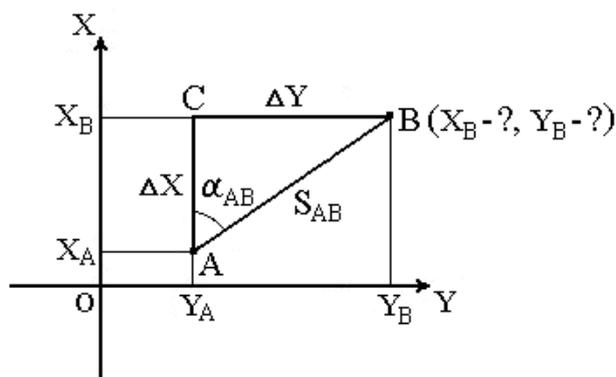

Рис.1.
1. По известным координатам точки А (X, Y) линии А-В, дирекционному углу этой линии α_{AB} -ви ее горизонтальному проложению S_{AB} определить координаты точки В (смотри рисунок 1).